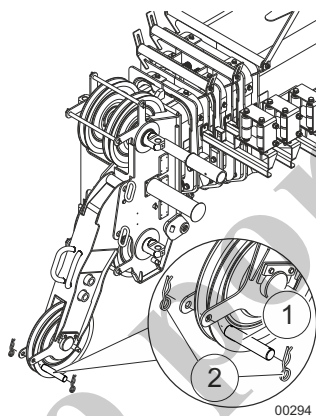

Fig. 189 Instalación del protector de cables en el plumín auxiliar
- 5 Inserte el protector de cables (1, Fig. 189) en la polea del plumín auxiliar y sujételo firmemente con pasadores hendidos de resorte (2, Fig. 189).